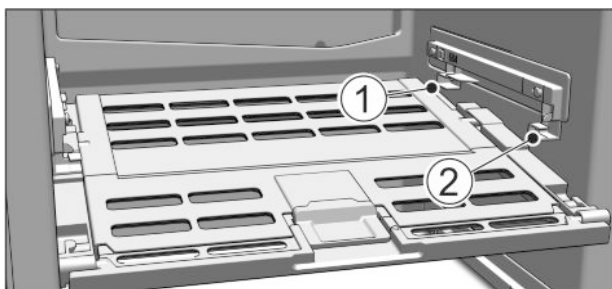

Fig. 50
- ▶ Wkładanie pokrywy Fruit & Vegetable-Safe: Ramiona pokrywy wprowadzić od dołu do tylnego uchwytu Fig. 50 (1) i zazębić z przodu w uchwycie Fig. 50 (2).